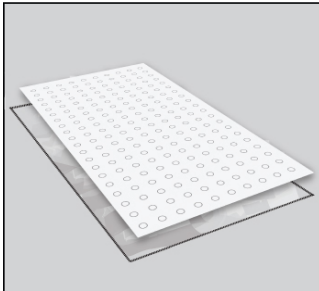

Figura 9: Coloque el material de superficie abovedada TopMark.
1. Coloque todas las hojas abovedadas: **Nota: Utilice Siempre los guantes de nitrilo proporcionados mientras que esté trabajando con el sellador/pasta adhesiva.** Inmediatamente después de que la pasta adhesiva se haya aplicado, coloque todas las hojas abovedadas necesarias para cubrir el área en donde que se ha aplicado el sellador y la pasta (Figura 9). Fije a mano la hoja abovedada abajo en la pasta adhesiva.